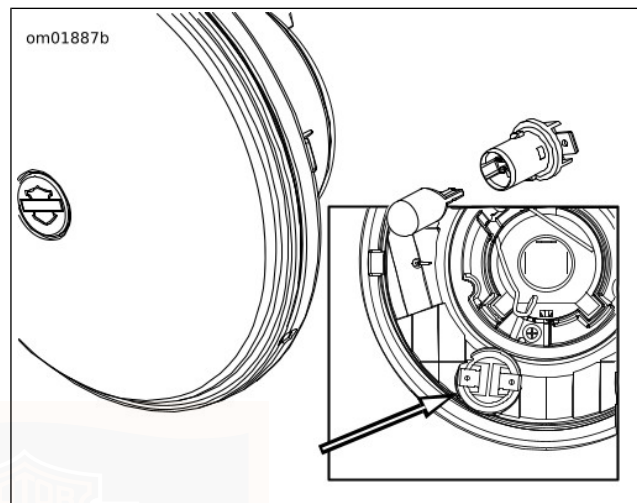

Figura 61. Luce di posizione
3. Vedere Figura 61. Rimuovere i connettori a forcella dalla lampadina.